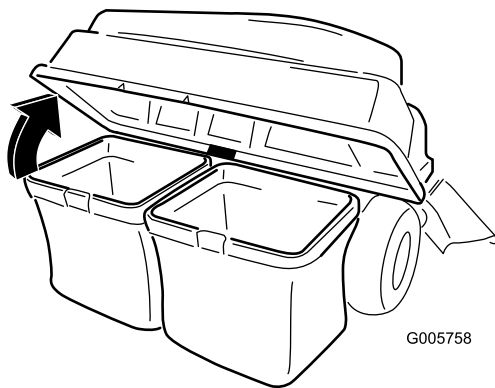

Figura 19
3. Alzate il coperchio del sistema di raccolta per aprirlo (Figura 19).